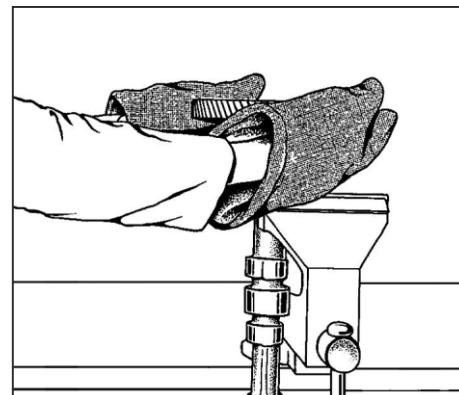

Рис. 51. Сборка вала распределительного.
3. Установить шестернию с помощью пресса (см. Рис. 51).